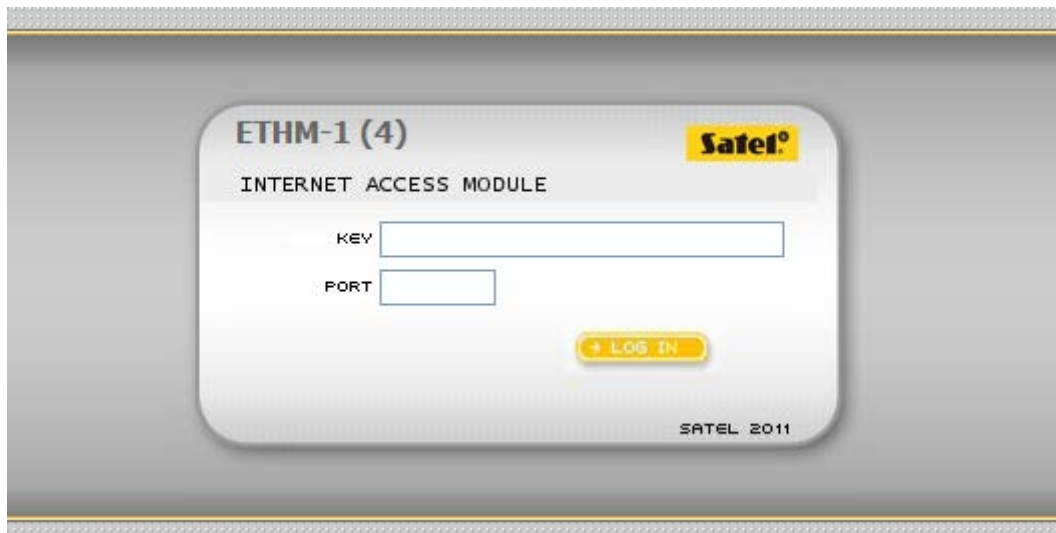

Fig. 13. Navegador Web: página de inicio de sesión.
3. Cuando se visualice la página de inicio de sesión (fig. 13), en los campos correspondientes, introducir: